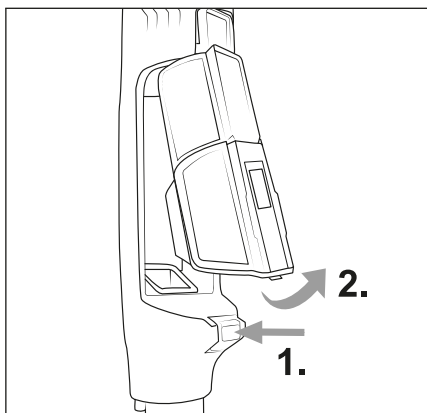

Fig. 14
- 1) Per rimuovere il contenitore della polvere **7** e il contenitore del filtro HEPA **5** dall'apparecchio, premere il tasto di sblocco del contenitore della polvere **25**. Togliere dall'apparecchio prima il contenitore della polvere **7** e poi il contenitore del filtro HEPA **5** (vedere fig. 14).